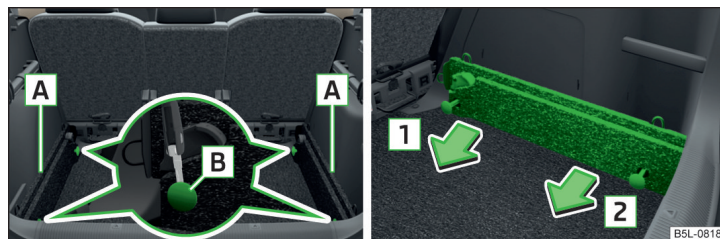

Fig. 113 Défaitez les points de fixation/extrayez les glissières de support
- Défaitez les points de fixation **B** » fig. 113 sur les glissières de support à l'aide de la clé du véhicule ou d'un tournevis plat.
- Appuyez jusqu'en butée sur les deux points de fixation **B** » fig. 113 de chaque glissière de support.